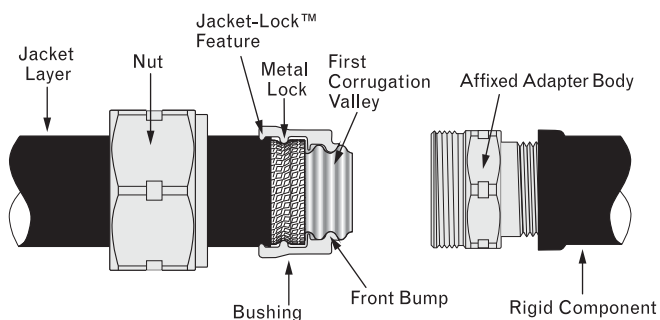

Fig. 4-21
STEP 4 POSITION BUSHINGS (FIG. 4-21)